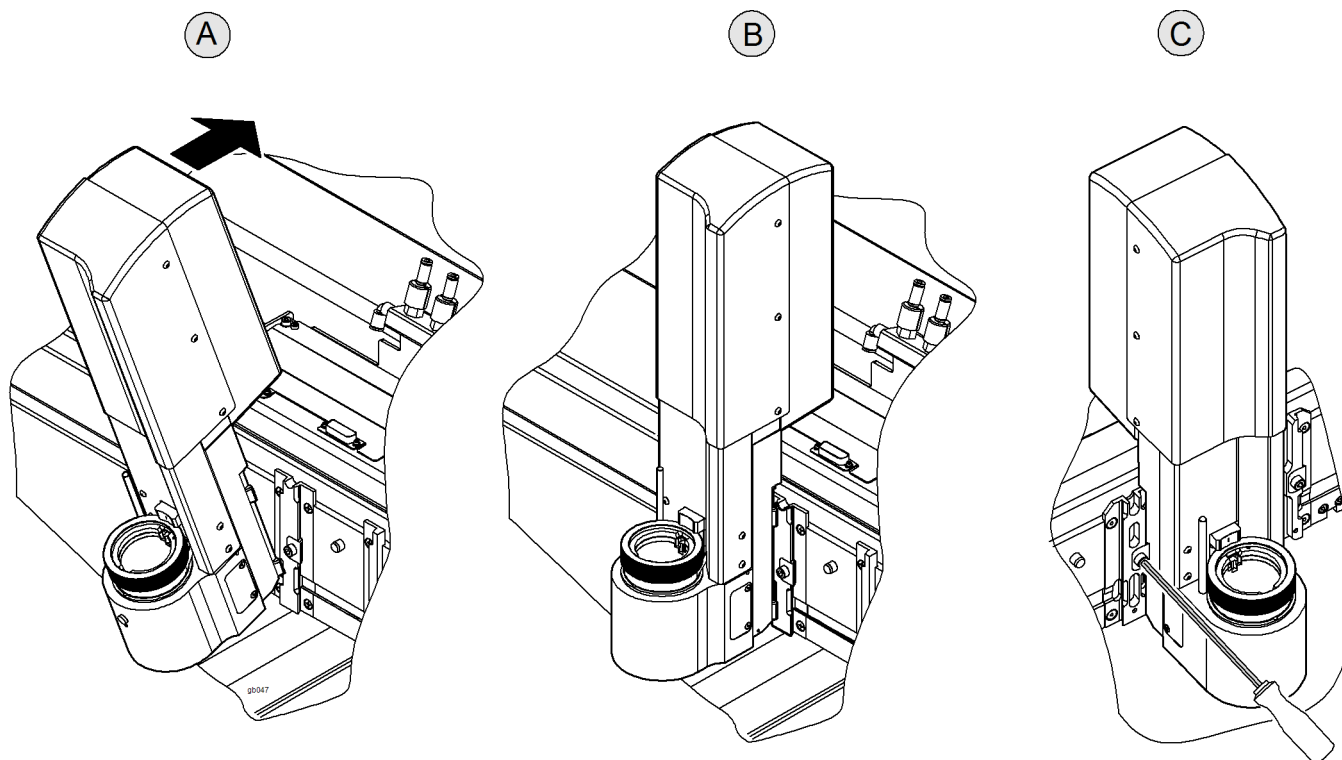

Fig. 4-19 Insertar el módulo
- ⇒ Posicionar el módulo en el listón de apoyo según la representación en Fig. 4-19, paso A